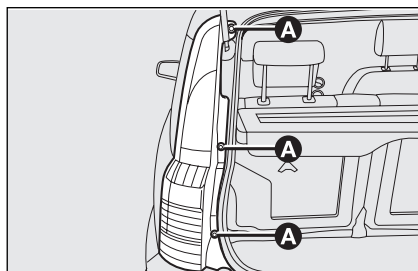

fig. 32
- ☐ svitare le tre viti **A-fig. 32** dalle rispettive sedi, tirare delicatamente verso di sé il fanale completo fino al totale disimpegno delle tre mollette di aggancio (sono fissate a pressione) e sganciare il connettore;